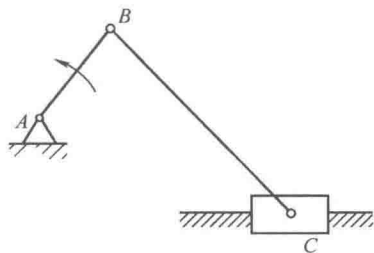

图 3-6
- 3-12** 图 3-6 所示为一曲柄滑块机构，曲柄主动，转向如图所示。要求：